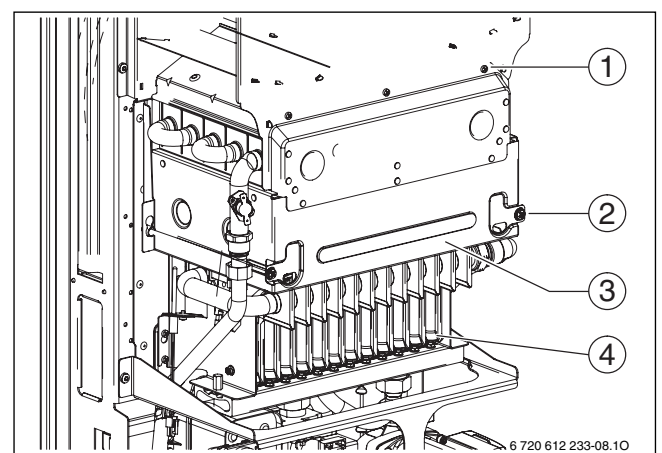

Bild 79 Brenner öffnen
- ▶ Vorderwand der Brennkammer und Brenner abnehmen (→ Bild 79).